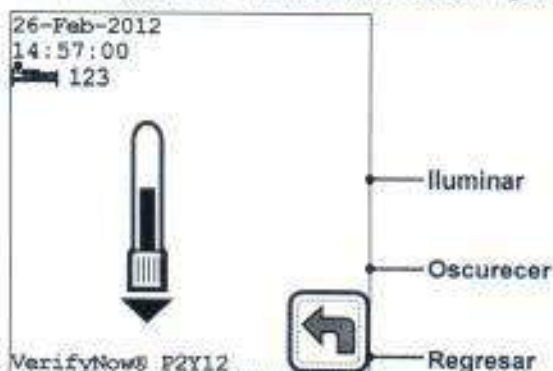

Figura 7-1 Ajustar contraste
5. Pulse la tecla Iluminar (Lighten)  o la tecla Oscurecer (Darken)  para ajustar la pantalla al contraste deseado (Figura 7-1). Encuentre una configuración que ofrezca mejor visibilidad con la luz de la habitación.